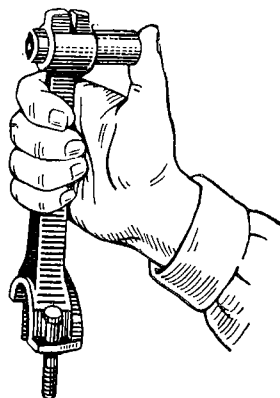

Рис. 61. Проверка посадки поршневого пальца
4. Проверить посадку поршневого пальца в отверстие втулки верхней головки шатуна (рис. 61) (см. технические требования, п. в).